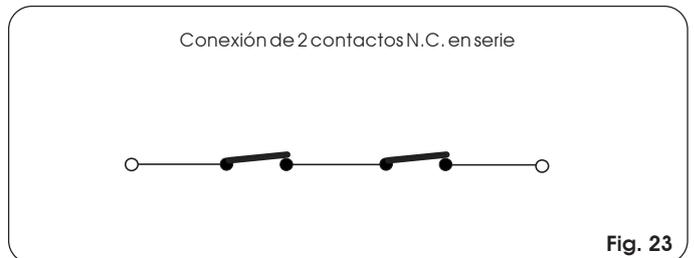

Fig. 23
**NOTA:** si dos dispositivos con contacto N.C. tienen la misma función deben conectarse en serie entre sí (Fig. 23).